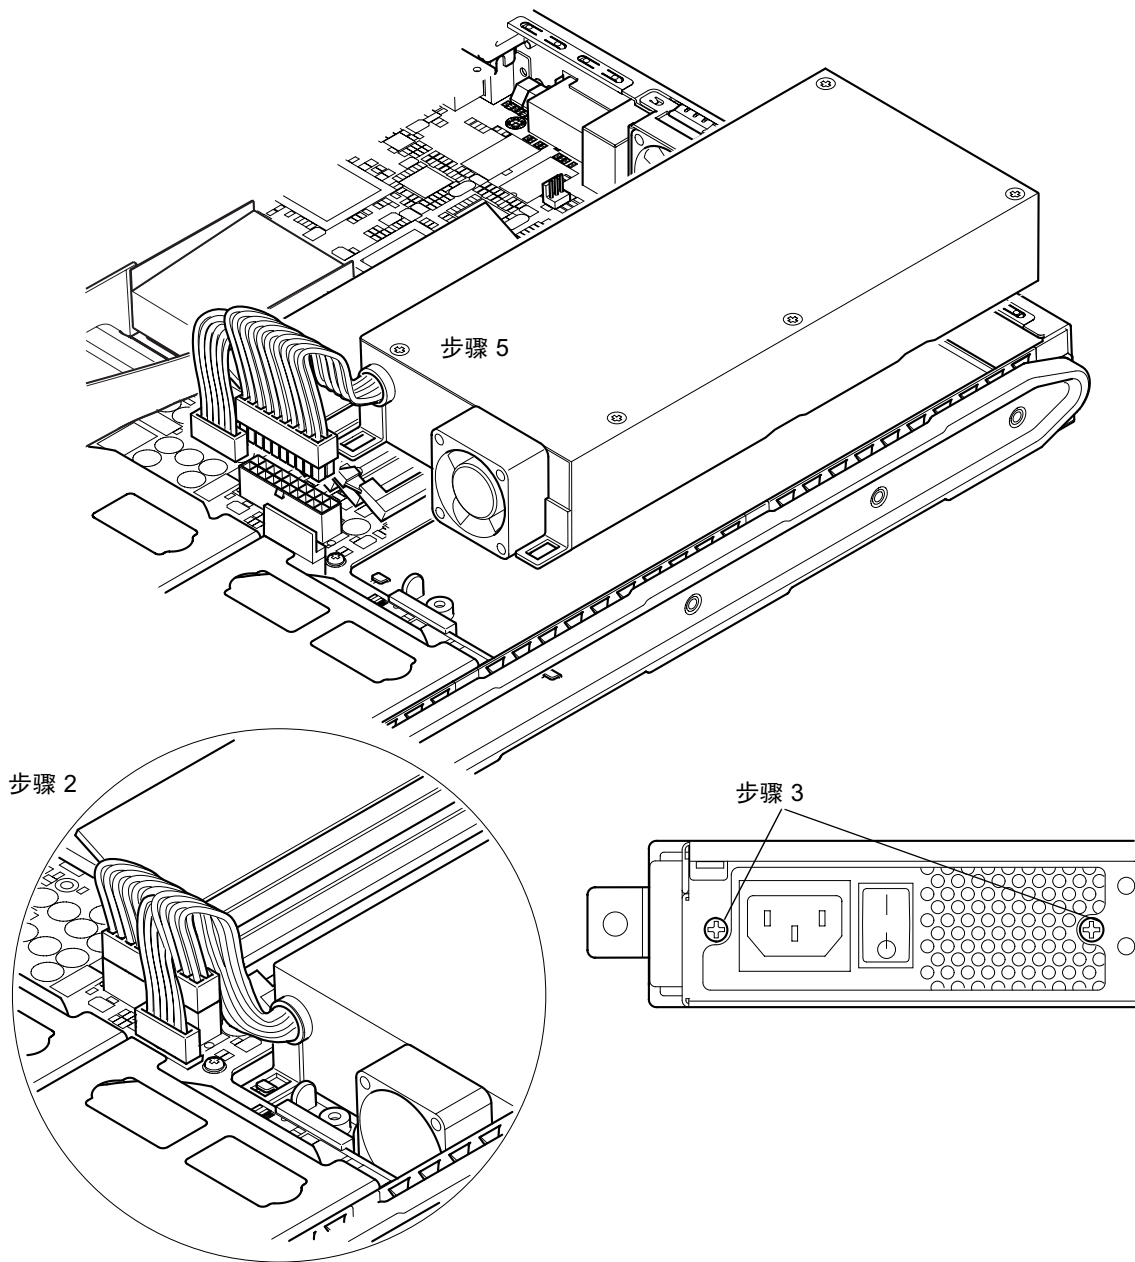

图 11-9 更换电源装置
3. 取下后面两个固定螺钉（请参见图 11-9）。
5. 将新 PSU 提到定位接头片上方，并向后滑动到位（请参见图 11-9）。